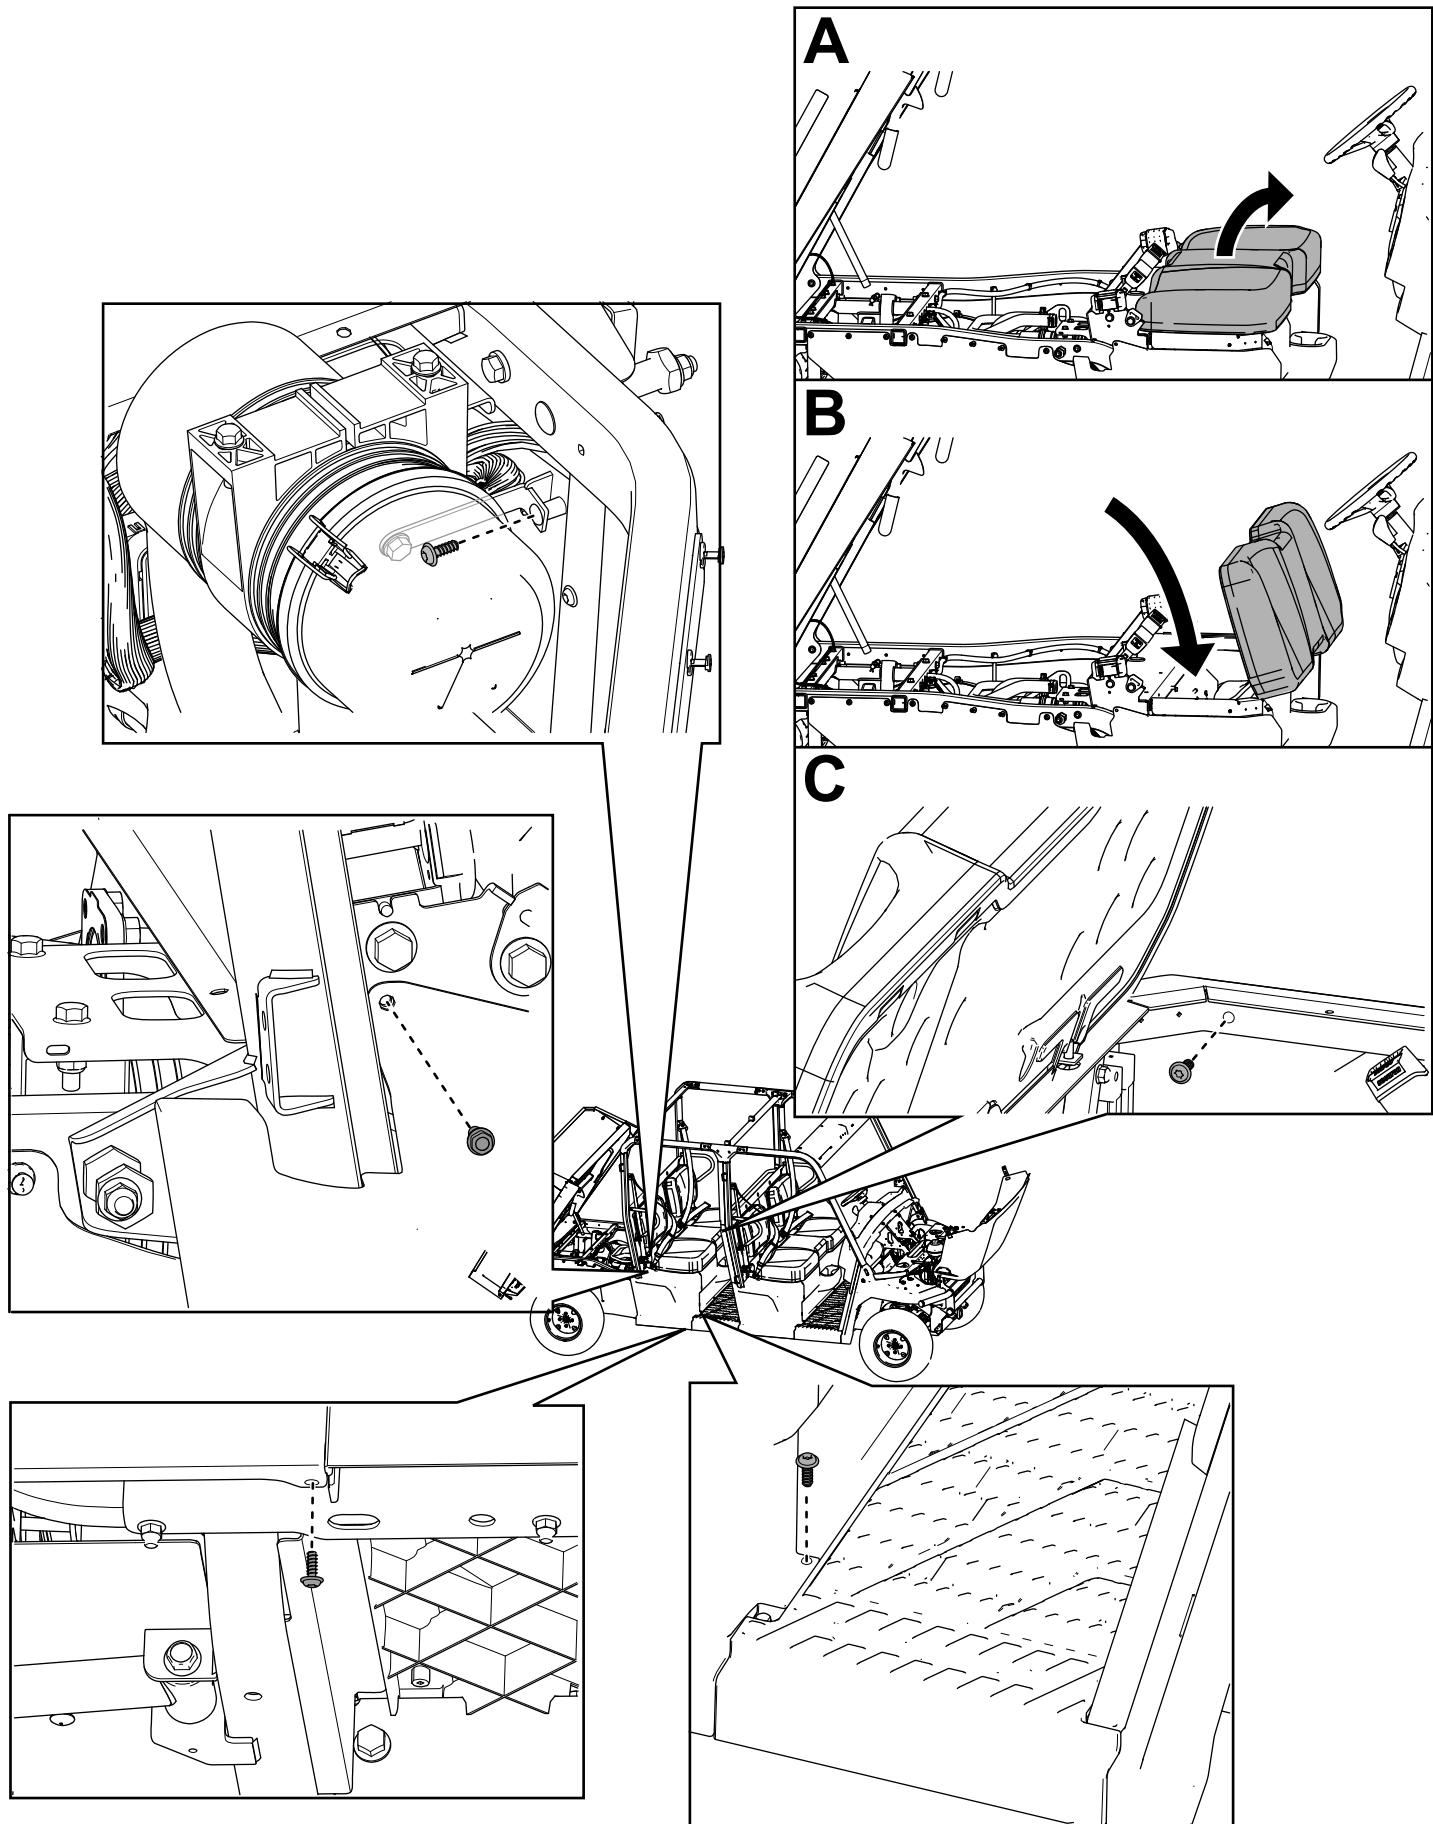

Figure 59
32. Fixez les 2 panneaux droits et et les 2 panneaux gauches de base du siège à l'aide des boulons à tête hexagonale à embase ($\frac{1}{4}$ " x $\frac{3}{4}$ ") retirés précédemment, comme montré à la Figure 59.